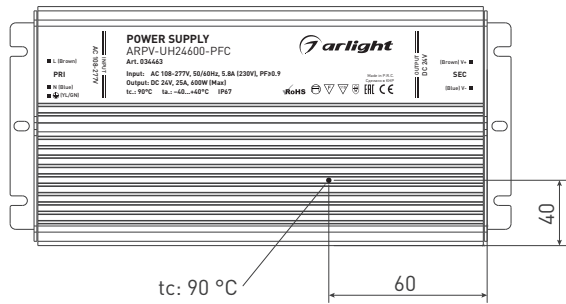

Рисунок 1. Расположение точки контроля температуры t_c
- 3.9. Проверьте температуру корпуса источника питания. Максимальная температура корпуса источника в установившемся режиме не должна превышать t_c (рис. 1). Если температура корпуса выше, необходимо уменьшить нагрузку, обеспечить лучшую вентиляцию или использовать более мощный источник питания. В случае непрерывной работы блока питания при нагреве корпуса до температуры t_c гарантийный срок сокращается до 5 лет.